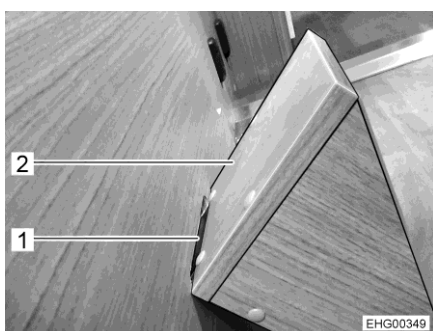
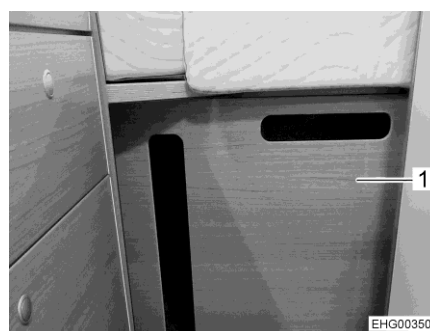

Fig. 40 Elemento para pisar
Fig. 41 Panel separador con elemento para pisar
- Enganchar el elemento para pisar (Fig. 40,2) en el recorte inferior (Fig. 40,1) del panel separador (Fig. 41,1).
- Insertar el panel separador (Fig. 41,1) entre las camas traseras longitudinales. Para ello, enganchar el panel separador en la segunda posición (visto desde la cocina integrada).